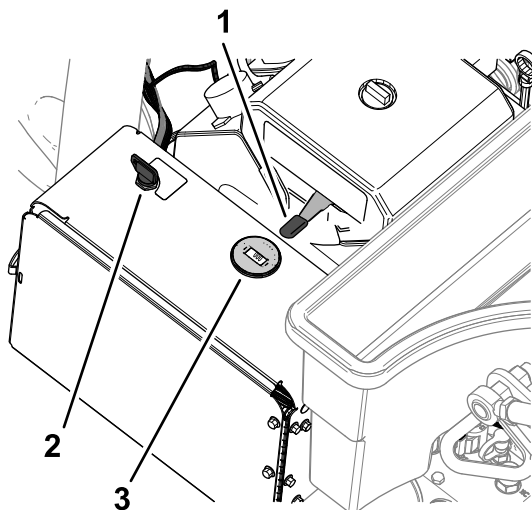

Figure 71
2. Placez la commande d'accélérateur (Figure 71) à la position BAS RÉGIME.